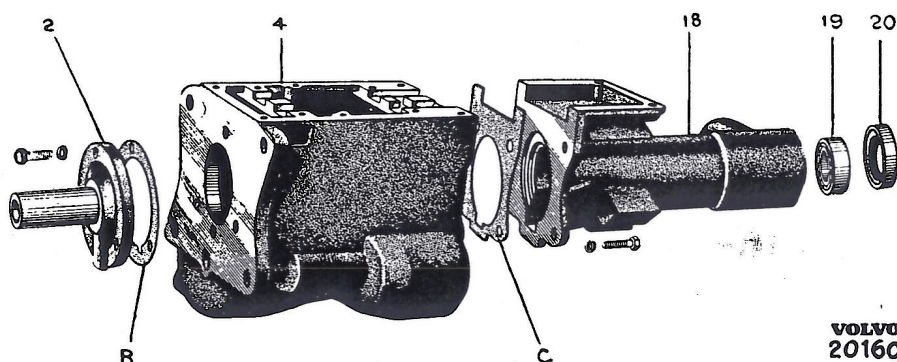

Bild 21. Växellådshus, H 1—H 4.
1. Lägg packningen (C bild 21) på växellådshusets bakre tätningsyta.
1. Sätt i ingående axeln (1) med lager i huset.
2. Lägg på en packning (B bild 21) och montera lagerlocket (2). Se därvid till att oljekanalerna i locket kommer mitt för oljedräneringshållet i växellådshusets främre gavel.